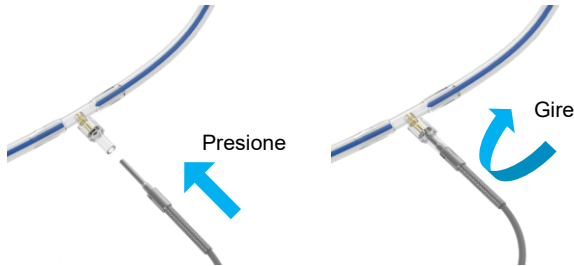

Figura 16 Conexión del sensor de temperatura al equipo de perfusión
- Conecte el sensor azul PV T2 a la línea de perfusión PV, Figura 16; se encuentra a la salida del recipiente para el hígado.